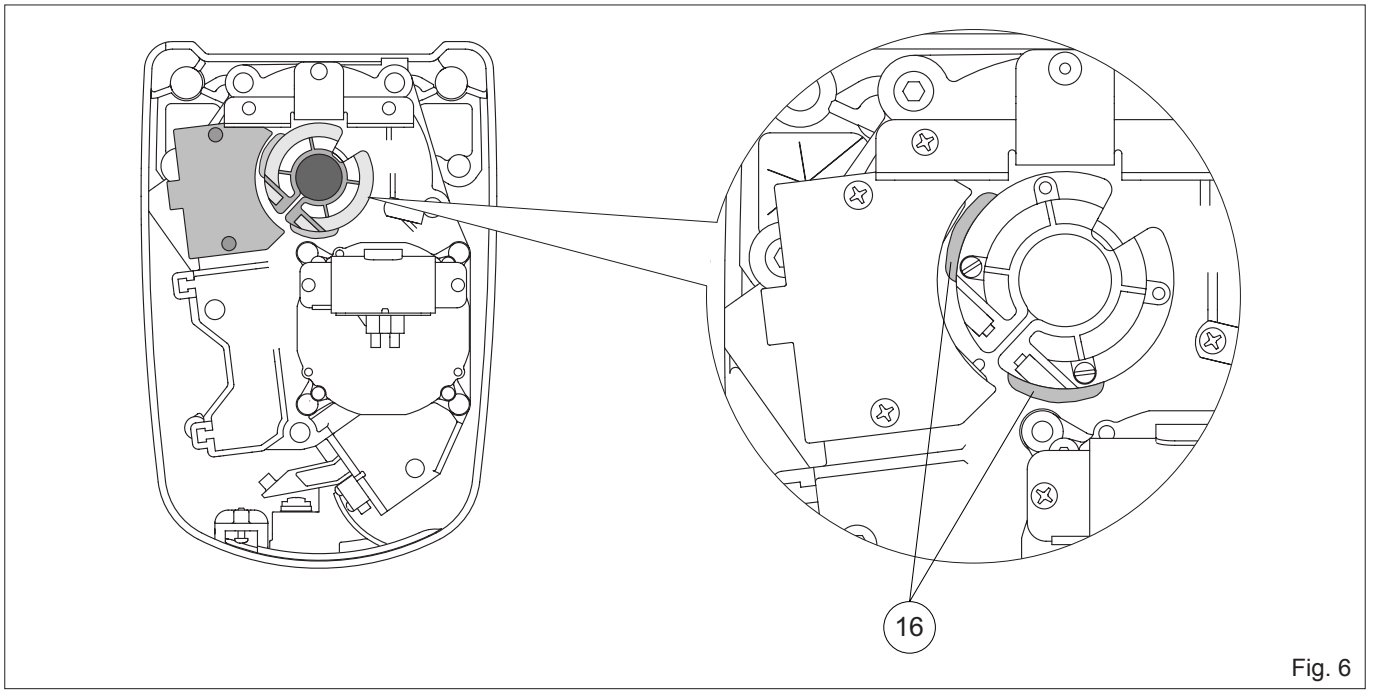

Fig. 6
- Installare i finecorsa BOXFC1 come indicato in fig. 6 e facendo riferimento al relativo manuale. Regolare l'attivazione dei finecorsa mediante lo spostamento dei pattini [16].